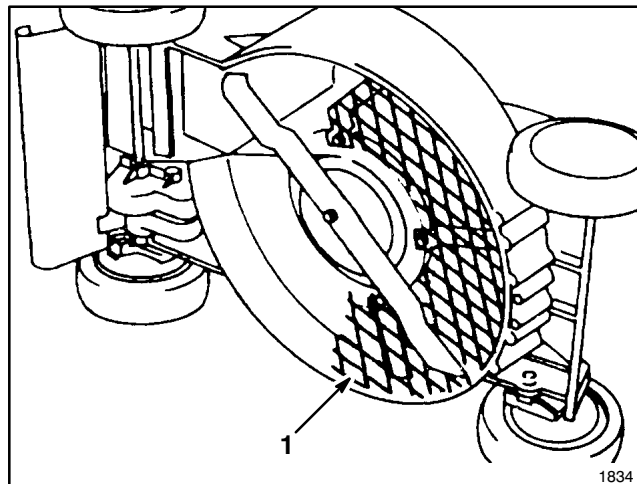

Abbildung 39
2. Laubschredder-Kit, Modell Nr. 59181 — In Minuten auf der Unterseite des Mähers montierbar, ohne daß Mähmesser abgenommen werden muß. Zerkleinert Blätter und erlaubt damit sauberes Absaugen in den Grasfangsack und praktische Entleerung (Abb. 39).